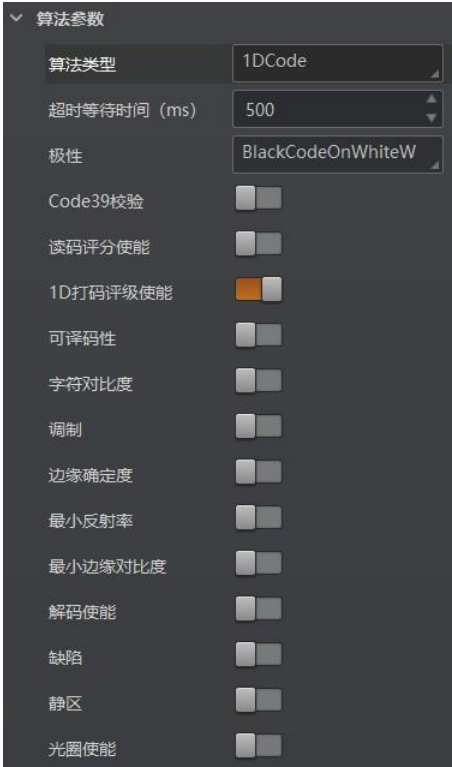

图3-31 一维码打码评级
3. 切换运行模式为 Normal 模式，并开启打码评级使能，如图 3-31 所示。